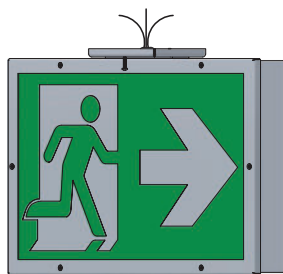

Fig. 1
1. If the installed face on the sign is not the one in need, remove all screws on the cover, then remove the face and cover (Fig. 1)
1. Si la face installée sur le panneau n'est pas celle qui en a besoin, retirez toutes les vis du couvercle, puis retirez la face et le couvercle (Fig. 1).